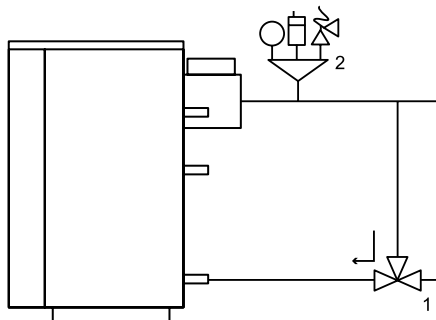

Рис. 10
- При монтаже котлов Kobold PRO необходимо установить на выходе теплоносителя группу безопасности, включающую в себя автоматический воздухоотводчик, манометр и аварийный сбросной клапан на 3 бар (рис.10, поз.1). Отвод теплоносителя из сбросного клапана необходимо обеспечить в дренажную линию с разрывом струи;
VTC511 (поддержание температуры обратной линии в котел не ниже 60°C) (Рис.10, поз.1). Повреждения теплообменника, вызванные перепадом температуры, не являются гарантийными.